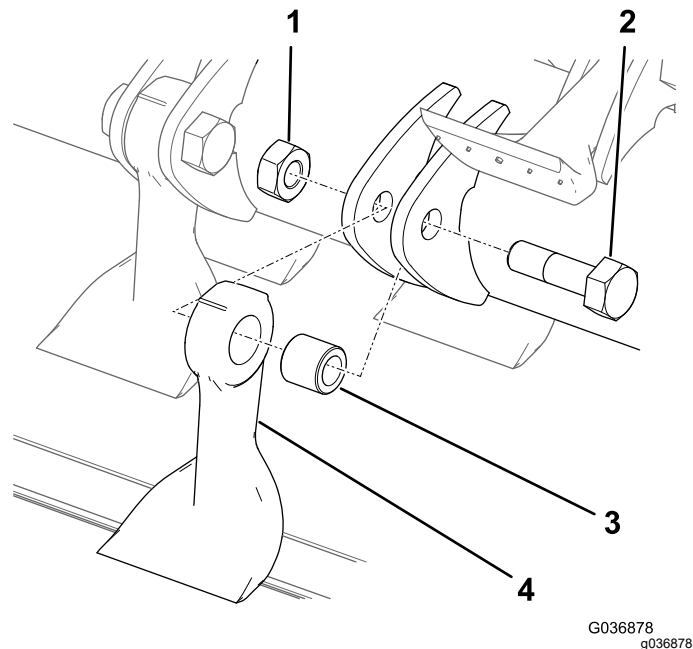

Figure 86
7. Tenez la lame avec un chiffon ou un gant épais et retirez l'écrou, le boulon, la bague et la lame (Figure 86).
9. Fixez une lame et une bague neuves avec un écrou et un boulon neufs (Figure 86).